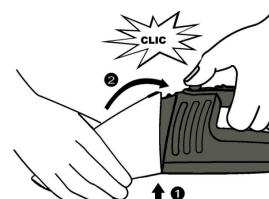

Abbildung 9
6. Setzen Sie den Staubbehälter wie in Abbildung 9 gezeigt wieder auf den Motorblock, bis er mit einem "Klicken" einrastet und setzen Sie das Gerät wieder auf den Ladesockel.